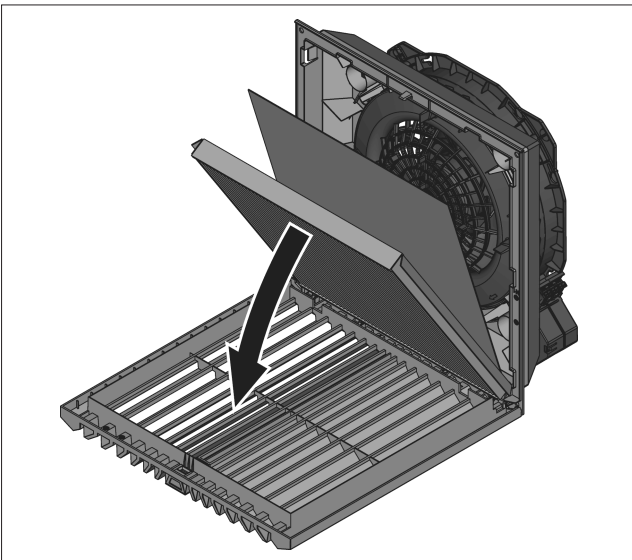

図16: プリーツフィルター IP55 の挿入
- IP55 の場合のみ: プリーツフィルターに付属の IP55 用の吸収マットを、あらかじめ挿入したプリーツフィルターの上に置いてください (図16参照)。この場合、吸収マットの取り付け向きは重要ではありません。